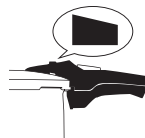

Fig. 13
2. Quando l'indicatore di pressione si trova nella posizione iniziale e lo spillo non è più visibile, tutta la pressione è stata scaricata dalla pentola a pressione e si può aprire (fig. 13).